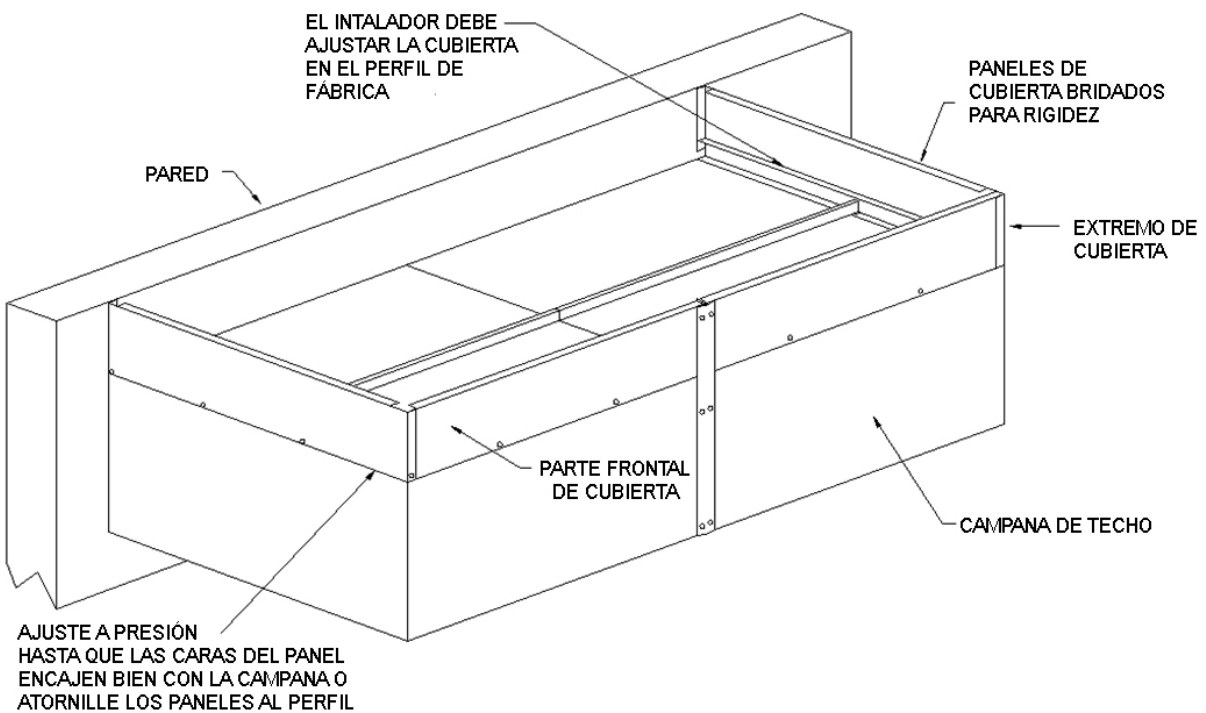

Figura 15
6. Si se usan varios paneles, se suministrará una pieza de ajuste inoxidable para unir varios paneles (es decir, si la campana está instalada lado con lado, o parte posterior con parte posterior de otra campana, o la longitud de la cubierta supera los 16 pies). Una los paneles deslizándolos detrás de la pieza de ajuste inoxidable y fíjelos con tornillos o remaches. **Vea la figura 15.** **NOTA:** la pieza de ajuste debe cortarse para que encaje. En la mayoría de los casos, la pieza de ajuste se extiende desde la parte inferior de la campana hasta la parte superior del panel de la cubierta.